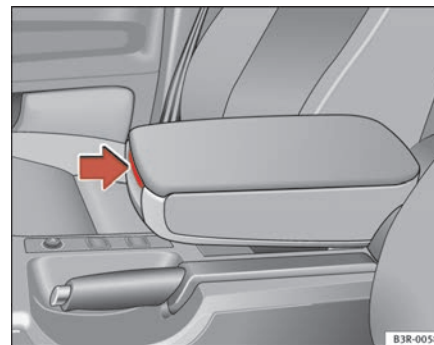

Fig. 115 Bracciolo tra il sedile del conducente e quello del passeggero
- Premere la leva di sbloccaggio ⇒ pag. 147, fig. 115.